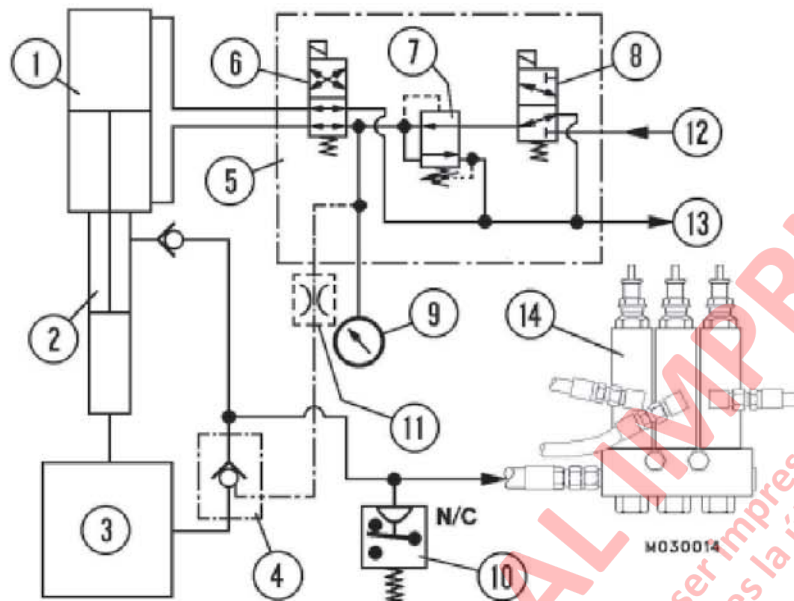

FIGURA 4-7 – ESQUEMA HIDRAÚLICO PARA LUBRICACIÓN AUTOMÁTICA
1. Con el motor parado y los acumuladores de giro con presión descargada, desconecte un cable del switch de presión de grasa N/C (9, Fig. 4-3, Vista A-A; o 10, Figura 4-7).